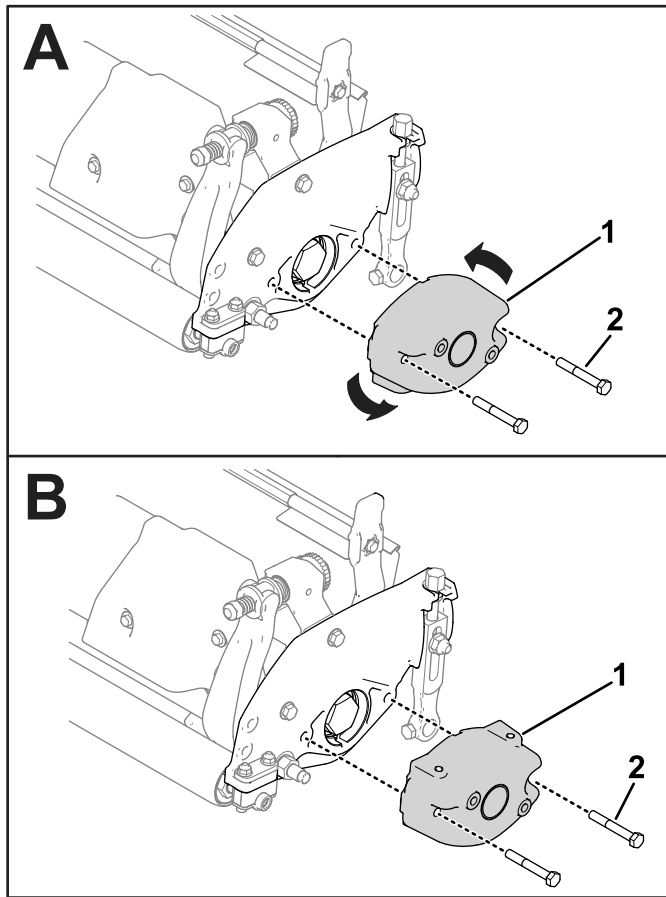

图 53
1. 从滚刀组上拆下现有的配重块并安装配重块使螺纹孔朝上 图 53。